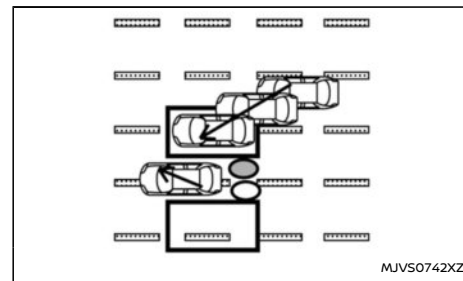

Figura 10 Entrando lateralmente
**Figura 10:** Il sistema Intelligent Blind Spot Intervention non entra in funzione se il veicolo sta viaggiando sulla linea di demarcazione della corsia quando un altro veicolo entra nell'area di rilevamento. In questo caso funziona soltanto il sistema BSW.